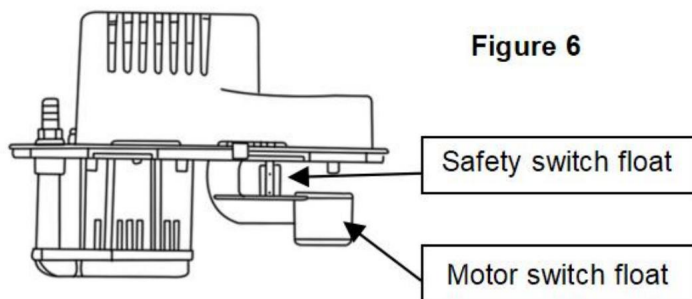

Figure 6
2. Upewnij się, że płytki poruszają się swobodnie. W razie potrzeby wyczyść je (rysunek 6).
3. Sprawdź wyłącznik silnika, podnosząc palcem pływak wyłącznika silnika (rysunek 6). Silnik powinien włączyć się tuż przed zakryciem styków pływaka.